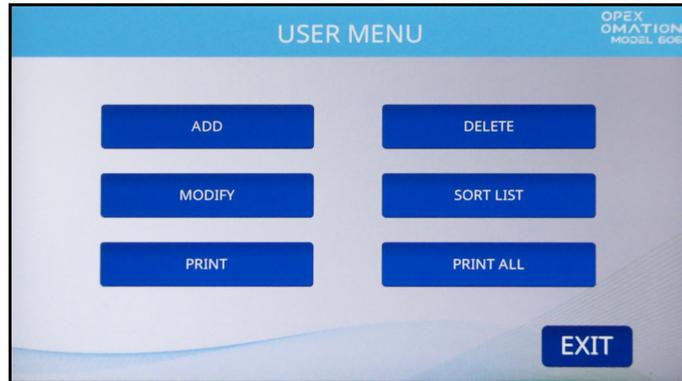
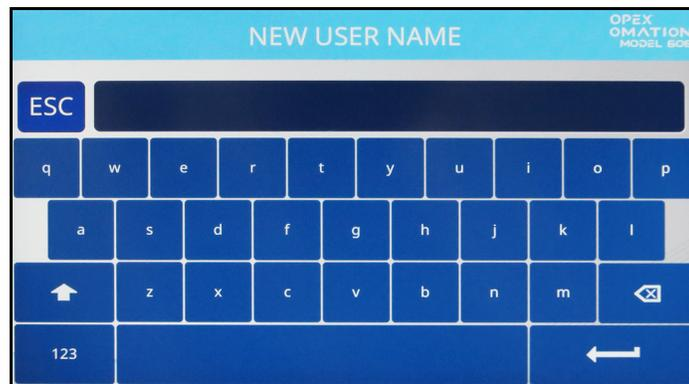
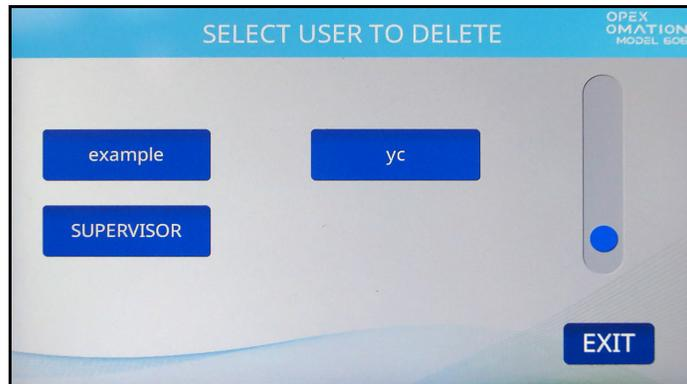
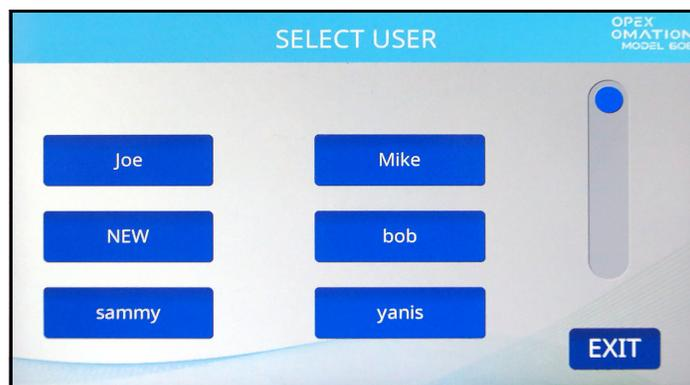

図 6-34 : ユーザーメニュー画面
図 6-35 : 新規ユーザー画面
図 6-38 : 削除するユーザーの選択画面
図 6-39 : ユーザーの選択画面
監督者画面で **USER MENU** を選択すると、次のオプションが表示されます (図 6-34)。
1. **USER MENU** 画面（図 6-34）で **ADD** を押します。新規ユーザー名画面が表示されます（図 6-35）。
1. ユーザーメニュー画面 (図 6-34) で、**DELETE** を押します。削除するオペレータの選択画面が表示されます (図 6-38)。
1. ユーザーメニュー画面 (図 6-34 を参照) で、**MODIFY** を押します。ユーザーの選択画面が表示されます (図 6-39)。
1. ユーザーメニュー画面 (図 6-34) で、**SORT LIST** を押します。